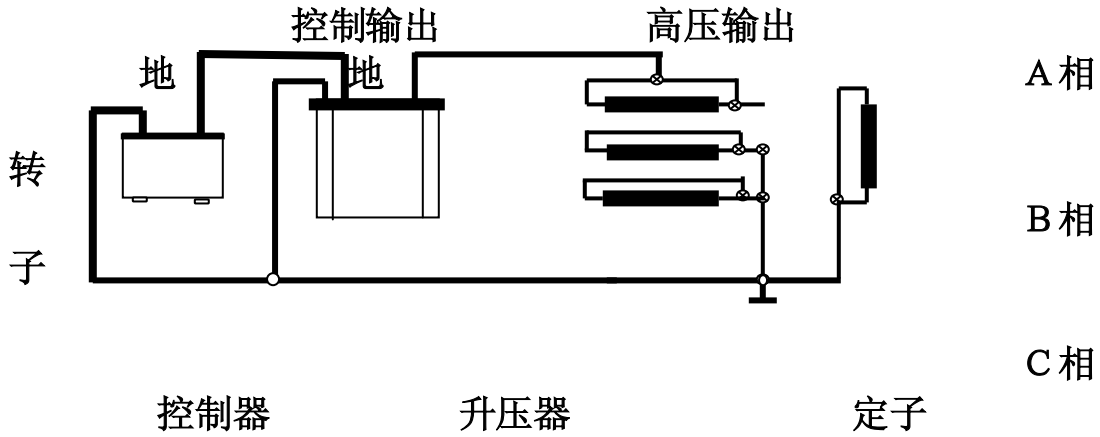

图 18 测量定子的某相连线图
2. 连线方法：试验时应分相进行，被试相加压，非被试相短接接地。如图 18 所示